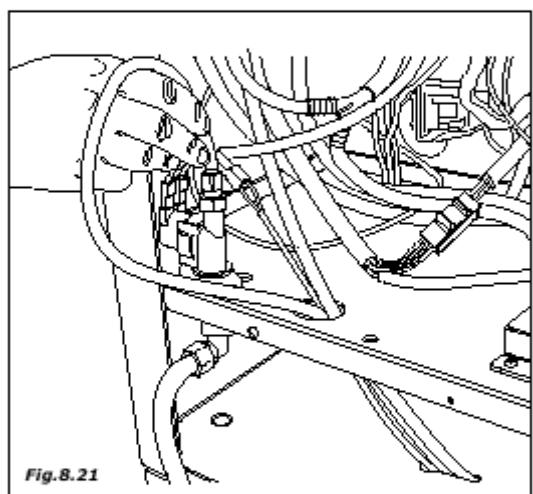

Fig. 8.21
- отсоедините входную трубку от электромагнитного клапана и замените ее входной трубкой фильтра (рис. 8.21)